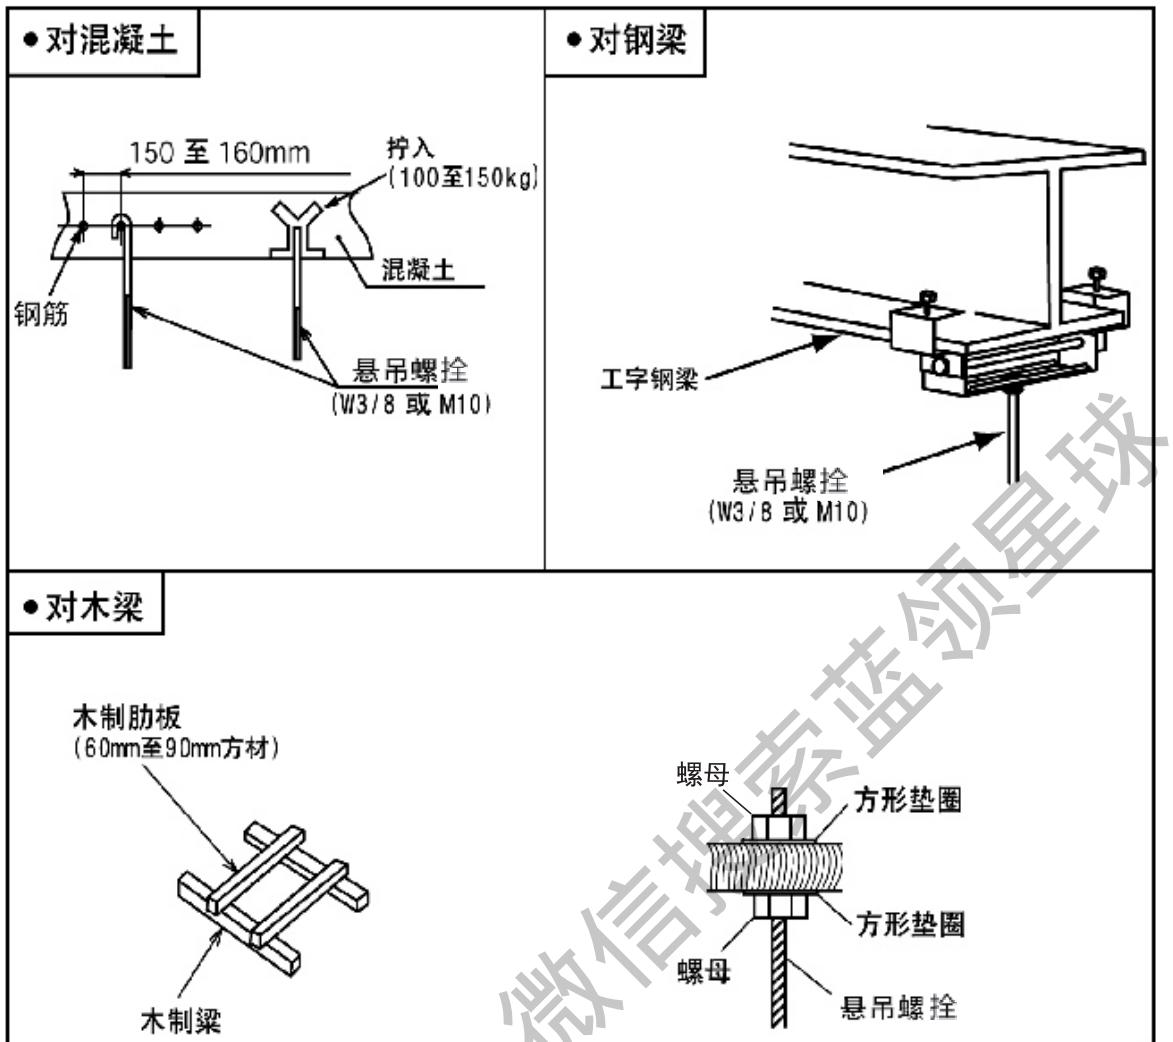

图2 悬吊螺栓的固定
(1) 仔细考虑走管、配线和维修，选定合适的安装位置和方向。
(2) 安装悬吊螺栓如下图2所示。